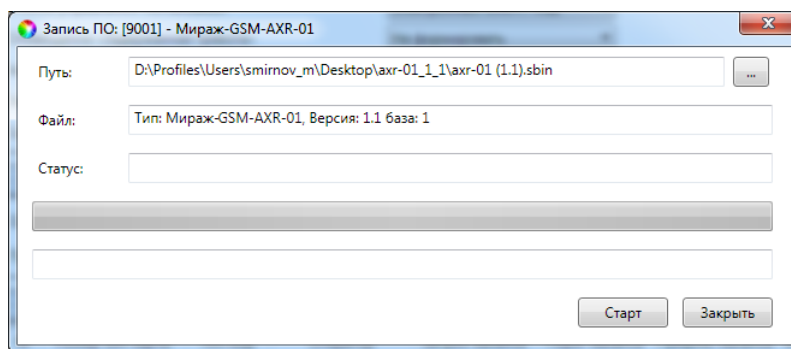

Рис. 9.1. Окно *Запись ПО*
1. Загрузите новую версию встроенного программного обеспечения с веб-сайта ООО «НПП «Стелс». Файл поставляется в архиве **AXR-01 (X).rar** (где X — номер версии). Извлеките файл из архива с помощью любой программы для работы с архивами. Название файла встроенного программного обеспечения — **AXR-01 (X).sbin** (где X — номер версии).
3. В открывшемся окне *Запись ПО* (рис. 9.1) в поле **Путь** укажите путь к файлу встроенного программного обеспечения на вашем ПК. После этого в поле **Файл** будут отображены свойства указанного файла встроенного программного обеспечения (версия и модель контроллера, для которой оно предназначено).